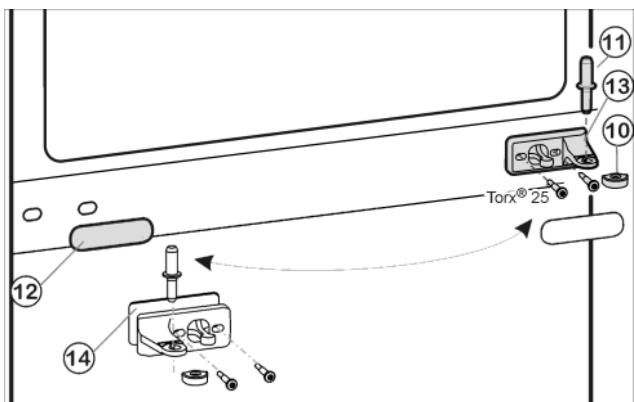
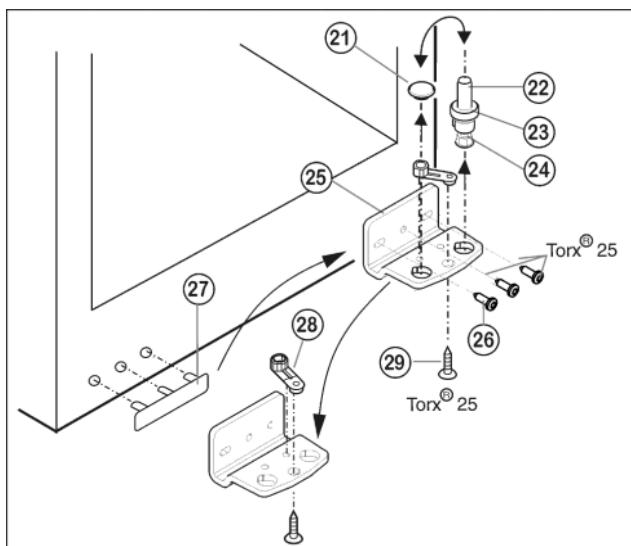

Fig. 7
Fig. 8
- Вытащите из опорного кронштейна и нижней дверцы средний опорный винт Fig. 7 (11).
- Снимите пластмассовый колпачок Fig. 7 (10).
- Открутите средний опорный кронштейн Fig. 7 (13) (2 шт. Torx® 25).
- Осторожно снимите накладку Fig. 7 (12).
- Прикрутите средний опорный кронштейн Fig. 7 (13) с подкладкой Fig. 7 (14) с поворотом на 180° на новую сторону шарнира (с моментом 4 Нм).
- Защелкните накладку Fig. 7 (12), повернув на 180 °, на стороне, где теперь будет ручка.
- Извлеките опорный винт Fig. 8 (22) в комплекте с шайбой Fig. 8 (23) и регулируемой опорой Fig. 8 (24), вытягивая его вверх.
- Снимите пробку Fig. 8 (21).
- Открутите Fig. 8 (26) опорную деталь Fig. 8 (28) и, перевставив в отверстие на противоположной стороне опорного кронштейна, снова прикрутите.
- Осторожно снимите и переставьте на противоположную сторону крышку со стороны ручки Fig. 8 (27).
- Снова прикрутите опорный кронштейн Fig. 8 (25) на новой стороне шарнира (с моментом 4 Нм). При необходимости используйте аккумуляторный шуруповерт.
- Переставьте пробку Fig. 8 (21) в свободное отверстие.
- Вновь установите опорный винт Fig. 8 (22) в комплекте с шайбой и регулируемой опорой. При этом фиксатор должен быть направлен назад.
- ▶ Установите нижнюю дверцу сверху на нижний опорный винт Fig. 8 (22).
- ▶ Снова наденьте пластмассовый колпачок Fig. 7 (10) на средний опорный кронштейн Fig. 7 (13).
- ▶ Вставьте средний опорный винт Fig. 7 (11) на новой стороне шарнира через средний опорный кронштейн Fig. 7 (13) в нижнюю дверцу.
- ▶ Установите верхнюю дверцу на средний опорный винт Fig. 7 (11).
- ▶ При необходимости выровняйте дверцы через два продольных паза в нижнем опорном кронштейне Fig. 8 (25) и среднем опорном кронштейне Fig. 7 (13) параллельно корпусу устройства. Для этого выкрутите средний винт на нижнем опорном кронштейне Fig. 8 (25).